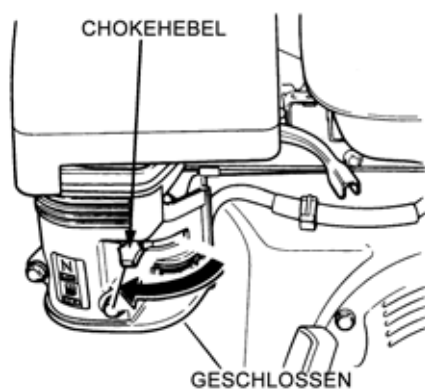

Abbildung 25. Chokehebel geschlossen
4. Bringen Sie den **Chokehebel** (Abbildung 25) in die "GEÖFFNETE" Stellung.
- Bringen Sie den Chokehebel (Abbildung 25) nach dem Anlassen des Motors langsam in die **“GESCHLOSSENE”** Stellung zurück. Wenn der Motor nicht angesprungen ist, wiederholen Sie die Schritte 1 bis 5.